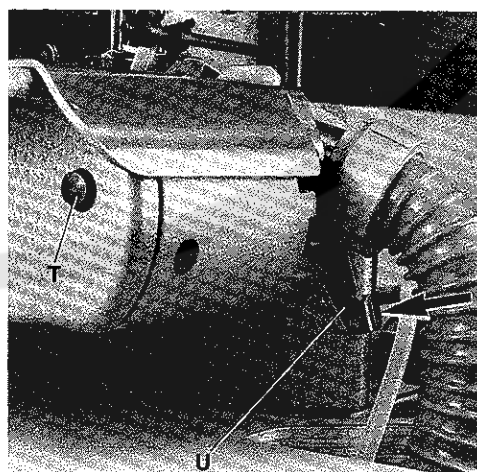

Fig. 54
Press lever (U, Fig. 54) in direction of the arrow as far as it will go. Then press slightly the push button (T) on the front of the cylinder. Now release lever (U) so it will move very slowly against the direction of the arrow until the slightly pressed push button (T) engages. This locks the upper knife in its lowest position and the fabric undertrimmer is disengaged. A short tip on lever (U) engages the trimmer again.
Drücken Sie den Hebel (U, Fig. 54) in Pfeilrichtung bis zum Anschlag. Dann drücken Sie leicht auf dem Druckknopf (T) an der Stirnseite des Zylinders. Nun lassen Sie den Hebel (U, Fig. 54) los, so daß er sich ganz langsam entgegen der Pfeilrichtung bewegt bis der leicht gedrückte Knopf (T) einrastet. Das Obermesser wird dadurch in einer unteren Stellung festgehalten und der Stoffkantenunterschneider ist ausgeschaltet. Kurzes Antippen des Hebels (U) schaltet den Kantenschneider wieder an.